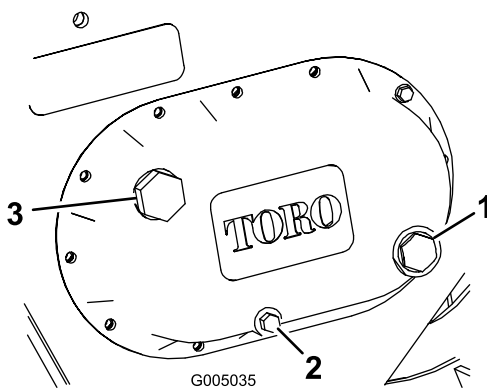

Figure 14
3. Vérifiez le niveau d'huile par le viseur sur le côté du boîtier d'engrenages (Figure 14). Le niveau d'huile doit atteindre le point rouge au centre du viseur.
4. Si le niveau est trop bas, enlevez le bouchon de remplissage (Figure 14) et versez de l'huile pour engrenages dans le boîtier jusqu'à ce que le niveau atteigne le point rouge du viseur.
4. Enlevez le bouchon de vidange (Figure 14) pour permettre à l'huile de s'écouler dans le récipient.
6. Enlevez le bouchon de remplissage (Figure 14) et versez de l'huile pour engrenages dans le boîtier jusqu'à ce que le niveau atteigne le point rouge du viseur.